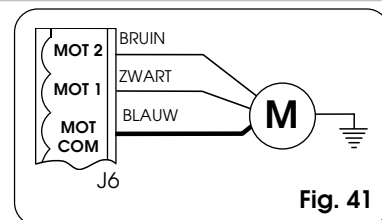

Fig. 41
Controleer of de bekabeling van de motor is zoals aangegeven op fig. 41 (standaard aansluiting).
**Nota bene:** als bij de eerste OPEN impuls de poort niet in de gewenste richting beweegt, moeten de BRUINE en ZWARTE draden van de motor op de connector J6 (fig. 41) worden omgedraaid.